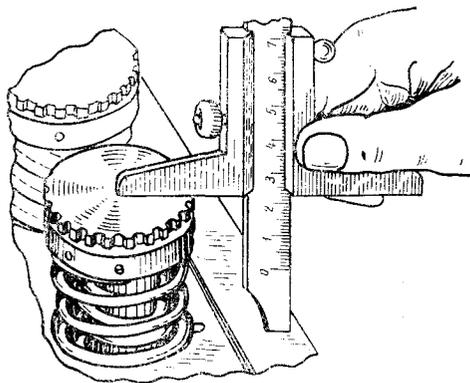

Рис. 121. Определение превышения тарелок клапанов над плоскостью головки блока
3) после установки клапанов вверните тарелки так, чтобы расстояние от плоскости головки блока до плоскости тарелок клапанов было $42 \pm 0,1$ мм (рис. 121);